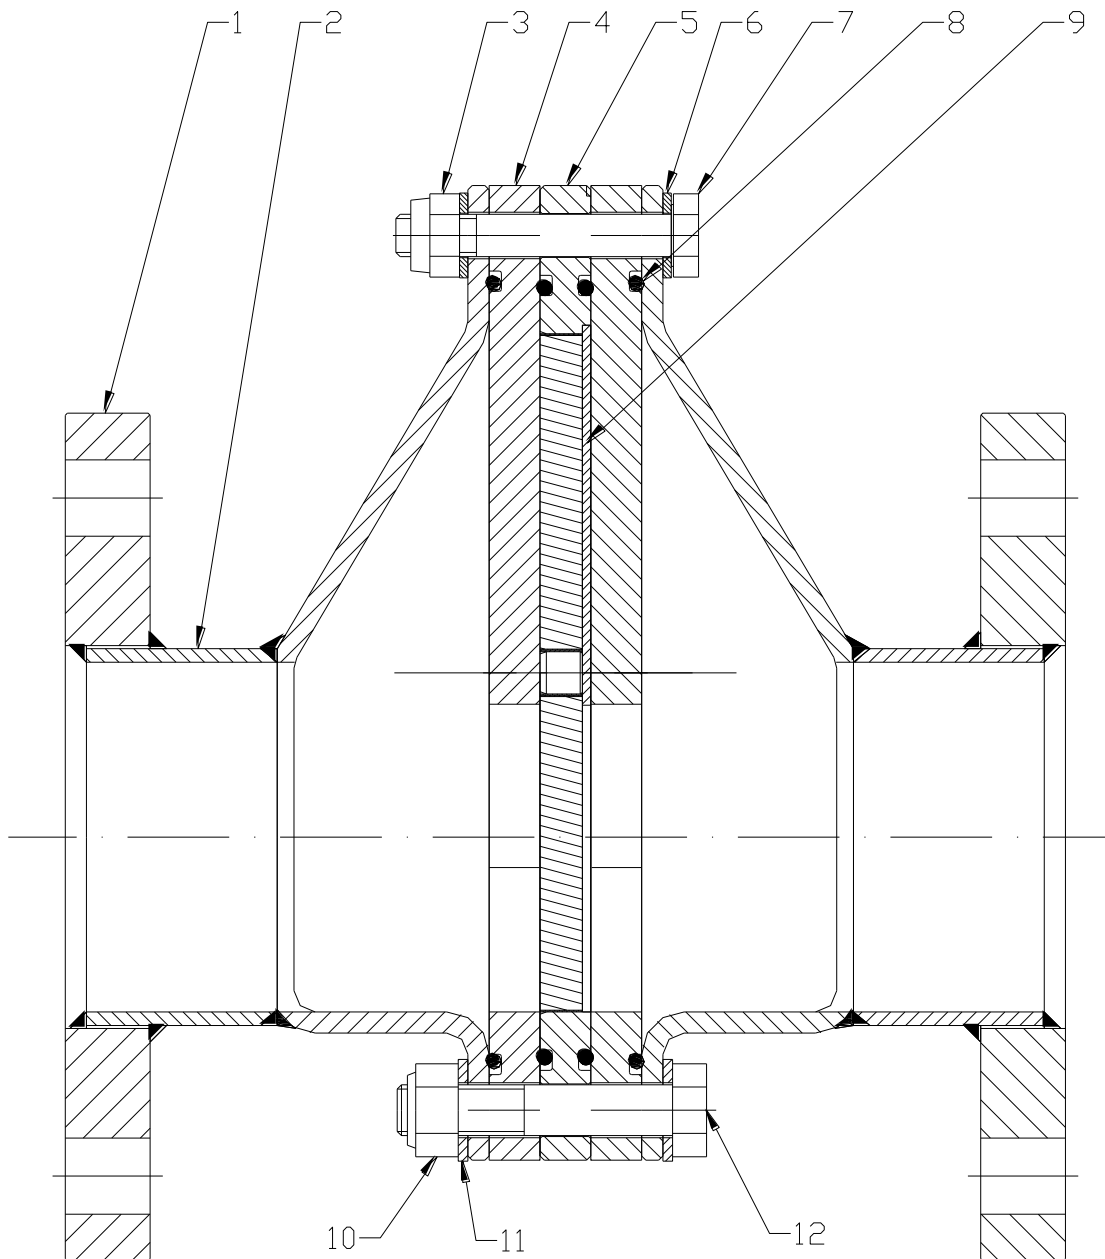

Bild 1
(siehe auch Bild 1)
(siehe Bild 1)
Um einen hohen Druckverlust durch flüssiges Kondensat zu vermeiden, ist die Deflagrationsrohrsicherung wie in Bild 1 dargestellt zu montieren!
Der Zusammenbau erfolgt in umgekehrter Reihenfolge entsprechend Bild 1.
- Bestellnummer (Position siehe **Bild 1**)